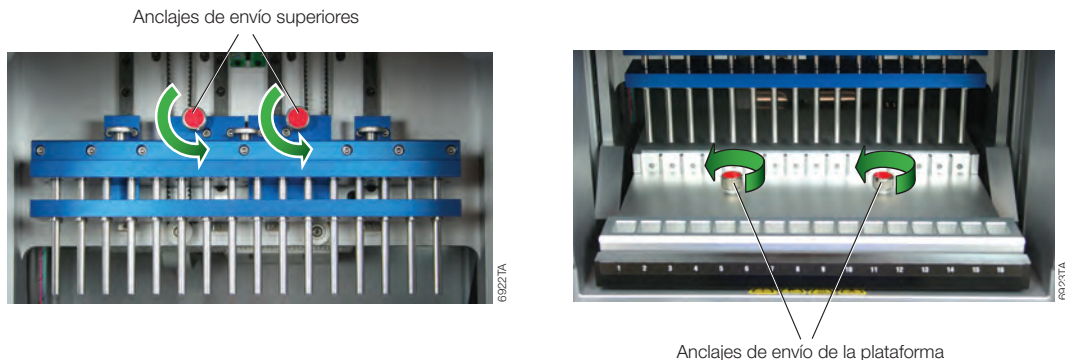

Figura 4. Los anclajes de envío superiores (sistema de varillas magnéticas/barra del émbolo) y los anclajes de envío de la plataforma de Maxwell® 16 Instrument.
4. Localice los tornillos de mariposa rojos del sistema de varillas magnéticas y de la barra del émbolo etiquetados con pegatinas rojas (Figura 4). Desenrosque y quite estos tornillos de mariposa del anclaje de envío.
5. Localice los tornillos de mariposa del anclaje de envío de la plataforma con pegatinas rojas (Figura 4). Desenrosque y quite los tornillos de mariposa del anclaje de la plataforma.